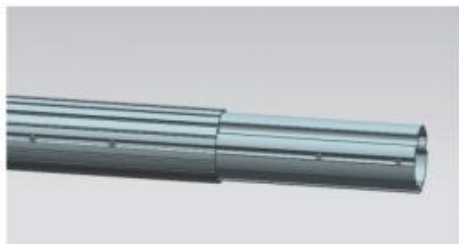
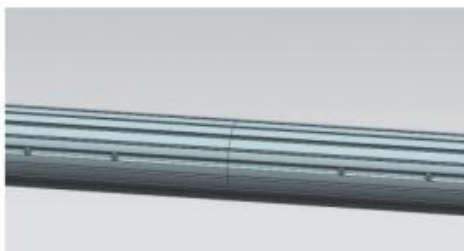

Figura D8
Figura D9
3.4 Estrarre i tubi di collegamento da entrambe le estremità della bobina centrale fino alla posizione limite rossa e assemblare le estremità del tubo sinistro e destro . la connessione con l'equipaggio S A. (Figura D8, Figura D9)